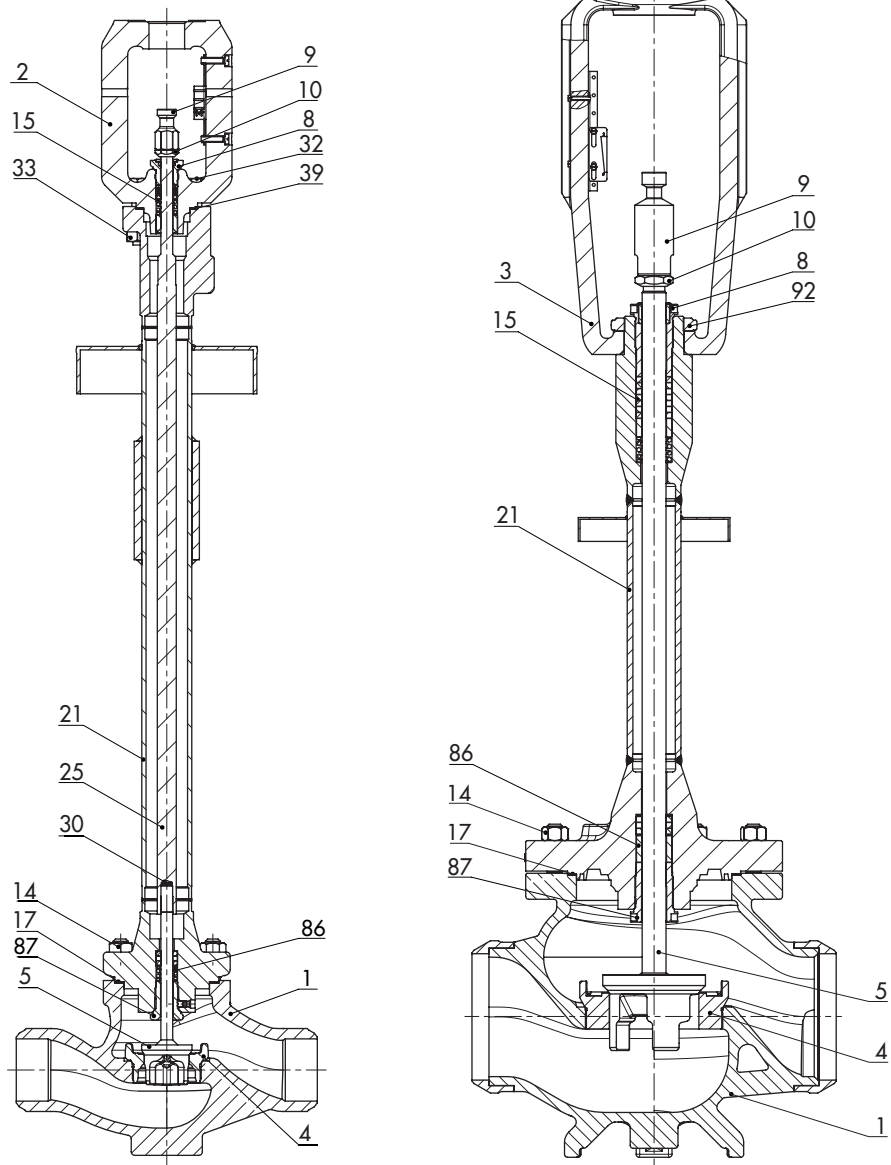

Рис. 9-1: Проходной клапан Тип 3246 · Class 150 и 300/PN 16 и 40 (слева) · Class 600 и 900/PN 100 и 160 (справа)
- Ослабьте резьбовую втулку (87).
- Отвинтите плунжер со штоком (5) из удлинителя штока (25) и извлеките его из изолирующей вставки (21).
- Осторожно вставьте детали гасителя вибрации в набивочную полость с помощью подходящего инструмента. Соблюдайте правильную последовательность (см. Рис. 9-1).